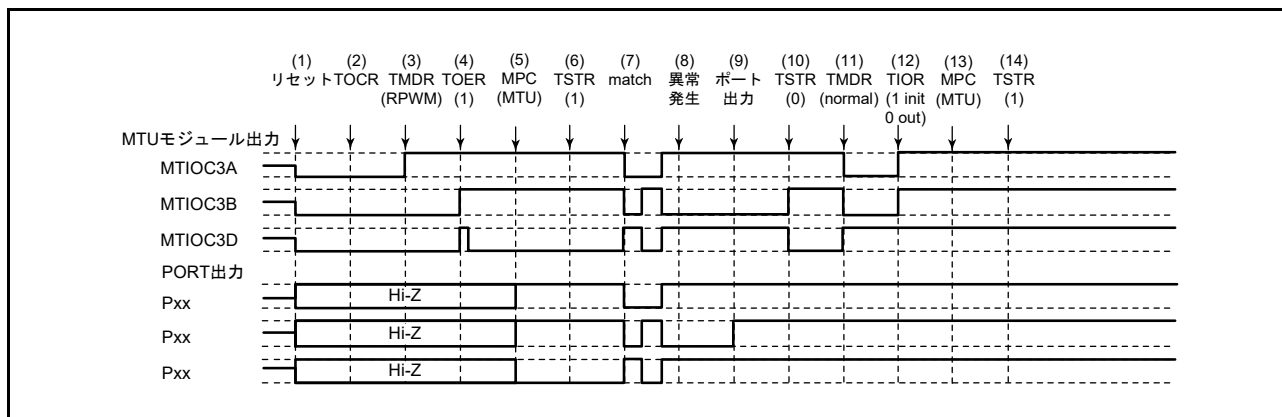

図 19.168 リセット同期 PWM モードで異常が発生し、ノーマルモードで復帰する場合
リセット同期 PWM モードで異常が発生し、再設定後ノーマルモードで再スタートする場合の説明図を図 19.168 に示します。
(1) ～ (10) は図 19.168 と共通です。
(11) PWM モード 1 を設定してください (MTU 出力は正相側が Low、逆相側が High となります)。
(12) TIOR レジスタで端子を初期化してください (PWM モード 1 では MTIOCnB (MTIOCnD) 端子に波形が出力されません。出力すべきレベルがある場合は、I/O ポートのポート方向レジスタ (PDR)、ポート出力データレジスタ (PODR) で汎用出力ポートの設定をしてください)。
(13) MPC と I/O ポートのポートモードレジスタ (PMR) で MTU 出力としてください。
(14) TSTR レジスタで再スタートします。
(28) リセット同期 PWM モードで動作中に異常が発生し、相補 PWM モードで再スタートする場合の動作
(1) ~ (10) は図 19.168 と共通です。
(11) TOERA レジスタで MTU3、MTU4 の出力を禁止してください。
(12) TOCR1A、TOCR2A レジスタで相補 PWM の出力レベルと周期出力の許可 / 禁止を選択してください。
(13) 相補 PWM を設定します (MTU の周期出力端子は Low になります)。
(14) TOERA レジスタで MTU3、MTU4 の出力を許可してください。
(15) MPC と I/O ポートのポートモードレジスタ (PMR) で MTU 出力としてください。
(16) TSTRA レジスタで再スタートします。
(29) リセット同期 PWM モードで動作中に異常が発生し、リセット同期 PWM モードで再スタートする場合の動作
(11) MPC と I/O ポートのポートモードレジスタ (PMR) で MTU 出力としてください。
(12) TSTRA レジスタで再スタートします。
(13) コンペアマッチの発生によりリセット同期 PWM 波形を出力します。